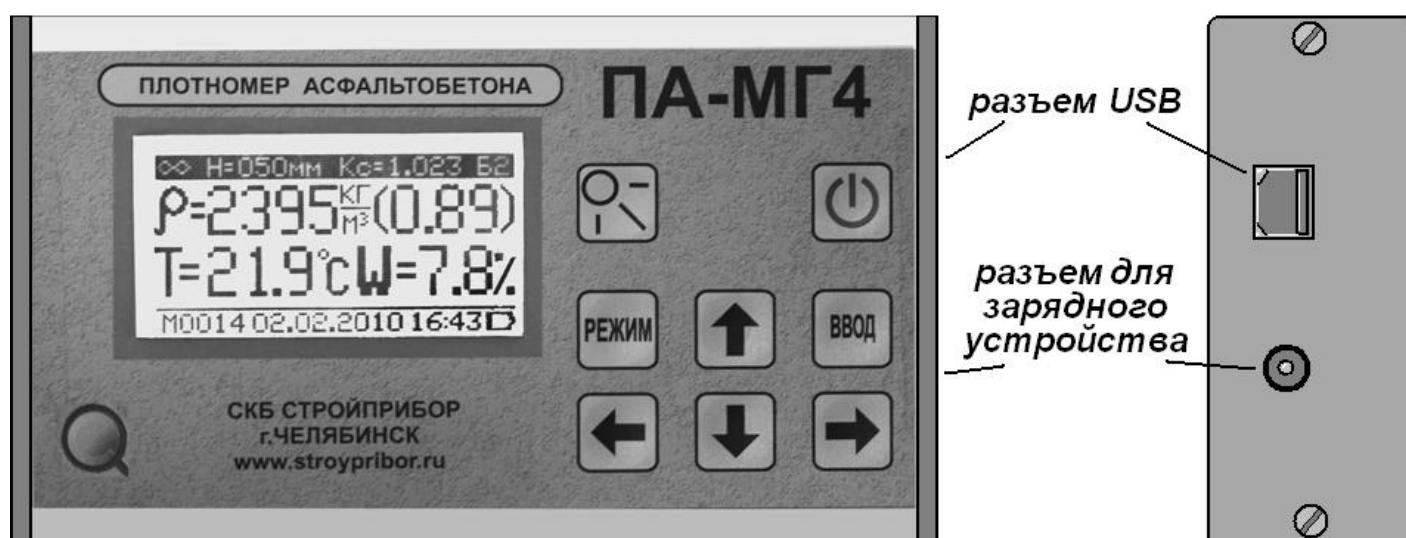

Рисунок 2 – Вид электронного блока плотномера
1.4.2 На лицевой панели электронного блока (рис.2) размещен ЖК дисплей и клавиатура, состоящая из восьми кнопок: **ВКЛ** (окрашена в красный цвет), **ПОДСВЕТКА ДИСПЛЕЯ** (☀), **РЕЖИМ**, **ВВОД**, \leftarrow , \rightarrow , \uparrow и \downarrow .